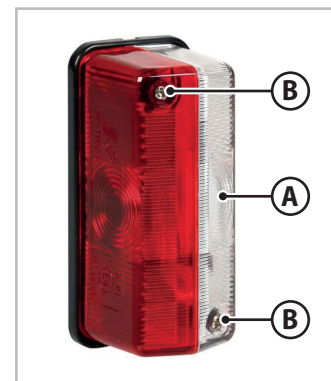

Fig.7.3 - Sidemarkeringslygter
2. Tag den hvid-røde skærm (A - Fig.7.3) af ved at fjerne fæsteskrue (B - Fig.7.3).
5. Montér den hvid-røde skærm (A - Fig.7.3) igen ved hjælp af de tidligere fjernede fæsteskrue (B - Fig.7.3).